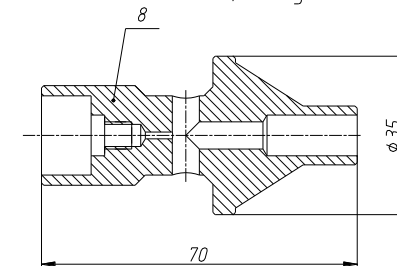

Рис. 1. Редуктор баллонный гелиевый одноступенчатый типа БГО-ВШ1-БМ.
- Наибольшее давление газа на входе, МПа (кгс/см²) 20 (200)
- Габаритные размеры, мм, не более 37x35x142 (см. рис.1)
Устройство редуктора и присоединительные размеры приведены на рис. 1.